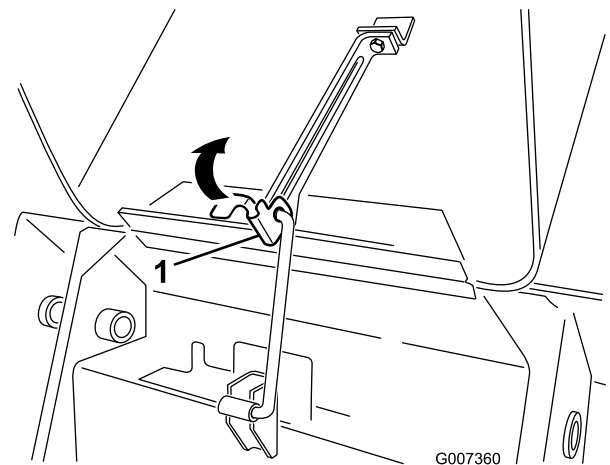

Figura 28
1. Sollevare la linguetta che assicura l'asta di supporto (Figura 28)